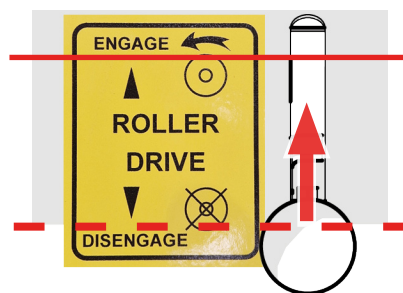

Fig. 9A - Inserire la leva di comando.
4. Spingere la leva di comando **in avanti** per **inserire** la trasmissione (Fig. 9A). Procedere lentamente, per consentire alla frizione di assestarsi in posizione.